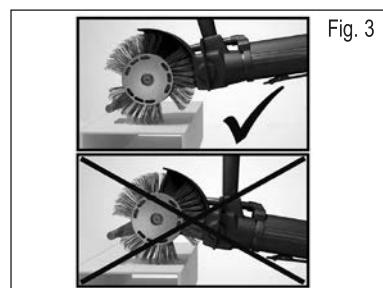

Fig. 3
5. Pentru o performanță optimă aveți grijă ca bara de accelerare să fie ghidată aproape de suprafață de prelucrat. La o depărtare prea mare a barei de accelerare față de suprafață, performanța scade perceptibil. **Vezi Fig. 3.** O descriere mai detaliată a modului de lucru cu aparatul Bristle Blaster® puteți găsi în **DVD-ul anexat sau de pe pagina de internet www.monti.de**